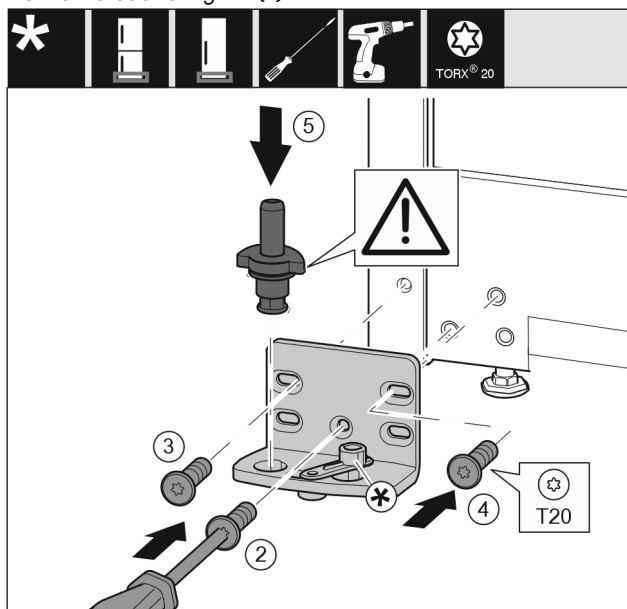

Fig. 48 *
- Placer le support de palier de l'autre côté et le visser avec un tournevis. Commencer par la vis Fig. 48 (2) en bas au milieu.*
- Serrer la vis Fig. 48 (3) et la vis Fig. 48 (4).*
- Insérer complètement l'axe de palier Fig. 48 (5). Veiller à ce que l'ergot soit orienté vers l'arrière.*